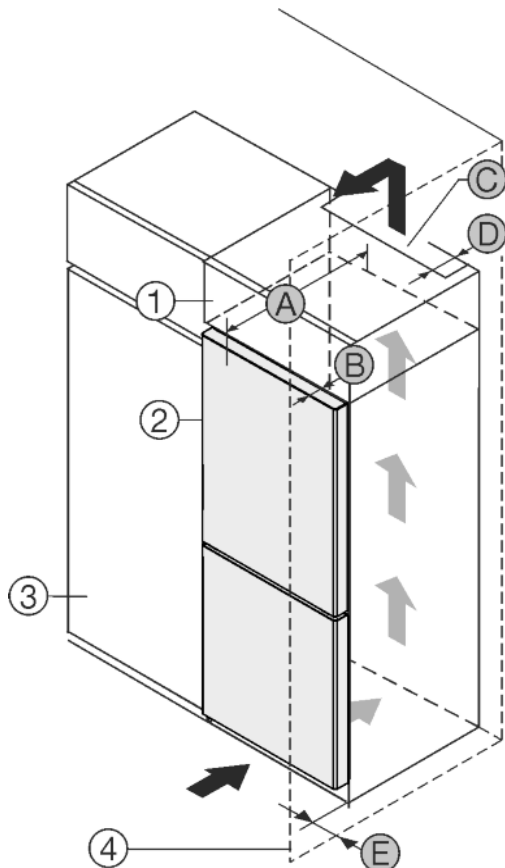

Fig. 1
- (1) Шкаф-пристройка*
- (2) Уред*
- (3) Кухненски шкаф*
- (4) Стена*
- (A) Дълбочина на уреда*
- (B) Дълбочина на вратата*
- (C) Вентилационно напречно сечение*
- (D) Разстояние до гърба на уреда*
- (E) Разстояние до страната на уреда*
Поставете уреда непосредствено до кухненския шкаф Fig. 1 (3).*
Поставете уреда с разстояние от 5 cm между уреда и кухненския шкаф Fig. 1 (3).*
От задната страна на шкафа-пристройка трябва да има вентилационен отвор с дълбочина Fig. 1 (D) по цялата ширина на шкафа-пристройка.*
Под тавана на помещението трябва да е спазено сечението за вентилация Fig. 1 (C).*
Когато уредът се поставя с пантите до стена Fig. 1 (4), разстоянието между уреда и стената трябва да е поне 40mm. Това отговаря на разстоянието, с което дръжките стърчат при отворена врата.*
За да могат вратите да се отворят изцяло, уредът трябва да е издаден с дълбочината на вратата Fig. 1 (B) спрямо челото на кухненския шкаф. В зависимост от дълбочината на кухненските шкафове Fig. 1 (3) и използването на детайли за отстояние от стената, уредът може да излезе още по-напред.*
За да могат вратите да се отворят изцяло, уредът трябва да е издаден с дълбочината на вратата (B) спрямо челото на кухненския шкаф. В зависимост от дълбочината на кухненските шкафове Fig. 1 (3) и използването на детайли за отстояние от стената, уредът може да излезе още по-напред.*